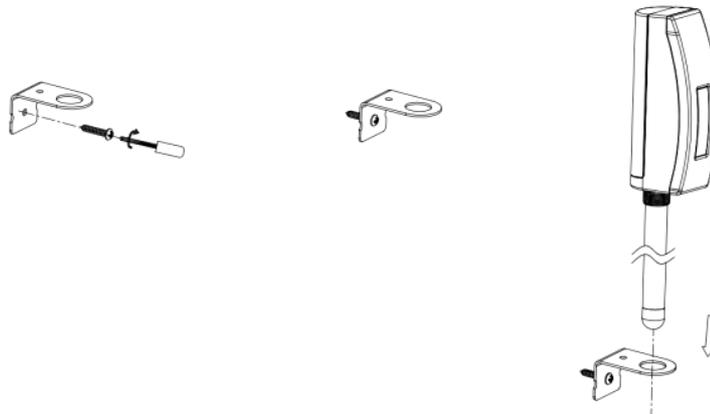

Abbildung 3
- Verwenden Sie eine Schraube (Schraube ST D3.2*M2.0*6), um die Halterung an der Wand zu befestigen, und führen Sie dann die Sonde durch das Loch der Halterung, wie in Abbildung 3 gezeigt: